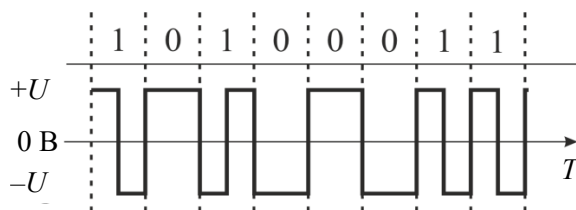

Рис.10. Частотно-модуляционный код
- при передаче логической «1» добавляется изменение уровня напряжения в середине битового интервала (рис.10).